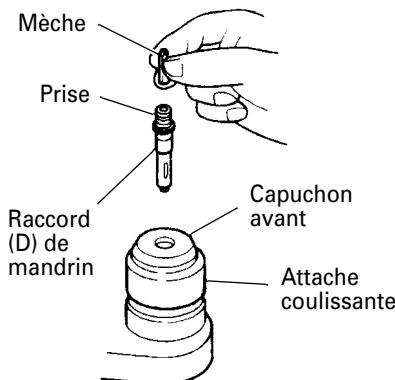

Fig. 15
4. Lors du vissage des vis machine (Fig. 15)